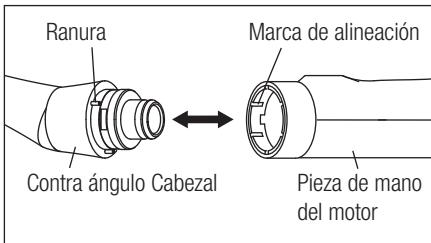

Fig. 2
- 2) Pulse el cabezal contra ángulo hasta que sus patillas de alineación hagan clic en las ranuras de alineación en la pieza de mano del motor. El cabezal contra ángulo se puede montar en 6 patrones de ángulos. (Fig.2)